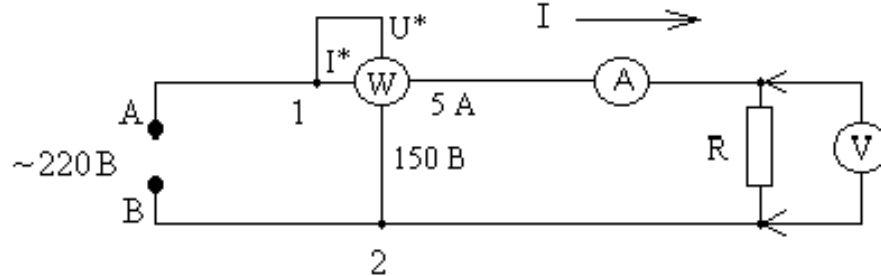

Рис.1
1. Собрать схему с активным приемником (резистором), см рис.1